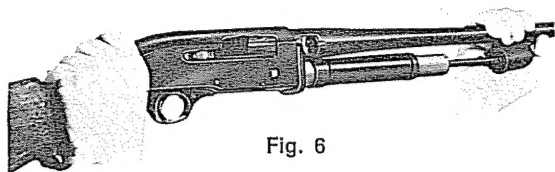

Fig. 6
- 6 — Tenendo con la mano destra la canna all'altezza del cilindro presa gas con pistone (in modo che questi non abbia a fuoriuscire), inserire il prolungamento della canna (tav. 1° - E) in culatta, curando che lo stelo (tav. 2° - M) del tappo serbatoio entri perfettamente nel foro del pistone (fig. 6).
- 6 - insert barrel extension (E - table 1) into receiver, holding the barrel and gas cylinder, as shown, to prevent dropping the piston. Take care that the piston slides frictionless along the magazine tube cap shaft (fig. 6) (M - Table 2).
- 6 - *insérer le prolongement du canon dans la boîte de culasse en tenant le canon à la hauteur du cylindre à gaz comme indiqué sur la figure 6 pour empêcher que le piston ne tombe. S'assurer que le piston glisse librement sur la tige du bouchon du tube magasin (table 1 - pièce E - table 2 - pièce M)*